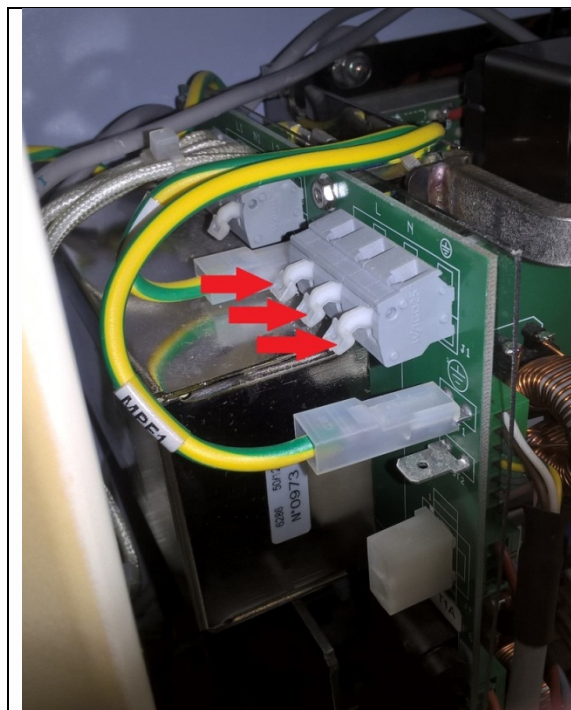
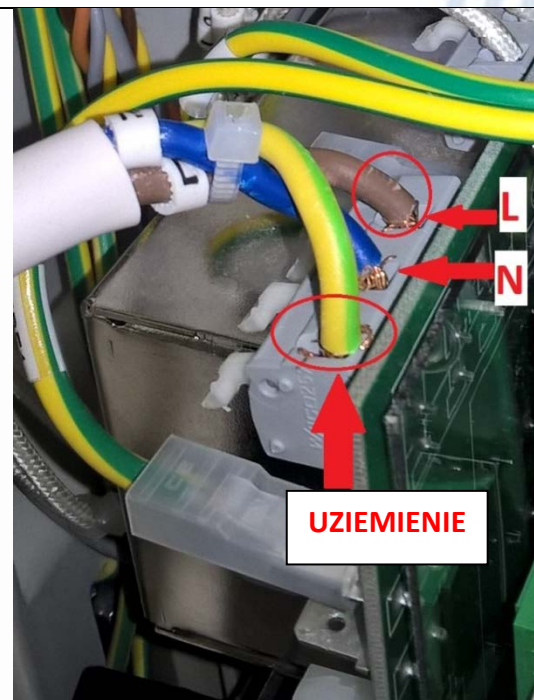

Rys. 27
Rys. 28
27. Umieścić przewód zasilający wewnątrz aparatu, a następnie — jeśli dotyczy — przesunąć ferryty w pierwotne położenie na przewodzie (rys. 27 i rys. 28).